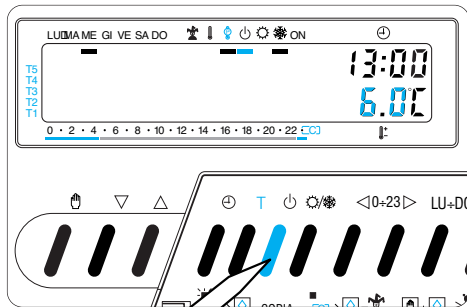

Fig. 56
14.1 - Premere una sola volta il pulsante ϕ (fig. 56).